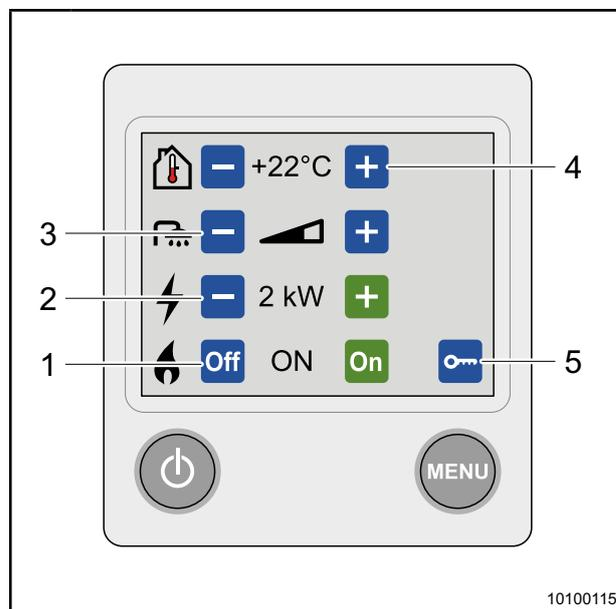

Fig. 48 Unità di comando - Panoramica dei menù
- ☞ Regolare il riscaldamento centralizzato mediante l'unità di comando (Fig. 48, pos. 1 a 5).